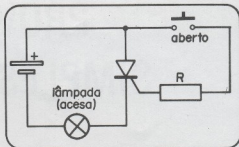

Figura 3
c) Mesmo depois do pulso de disparo desaparecer do eletrodo de comporta, ainda assim, o SCR deverá permanecer conduzindo a corrente, o que significa que a lâmpada deverá permanecer acesa. Um SCR permanece portanto no seu estado de condução quando excitado, enquanto houver uma polarização direta, ou seja, seu anodo for positivo em relação ao seu catodo. (figura 3).